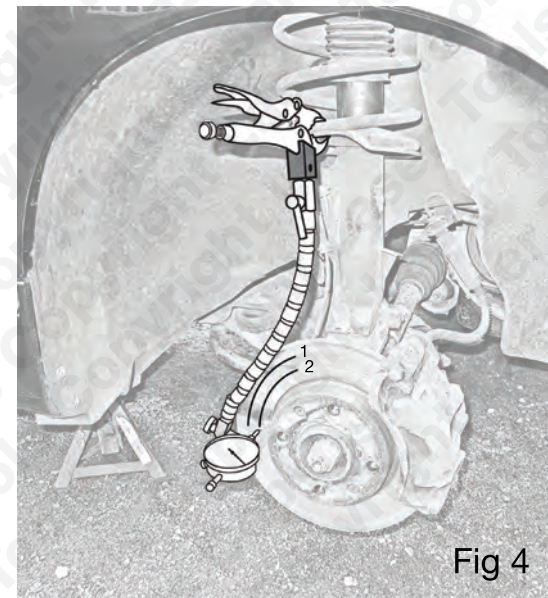

Fig 4
- Per i migliori risultati, le misurazioni devono essere effettuate su entrambi i lati del disco e su **due** o più raggi diversi di ciascun lato del disco. Vedere la **Fig. 4**.